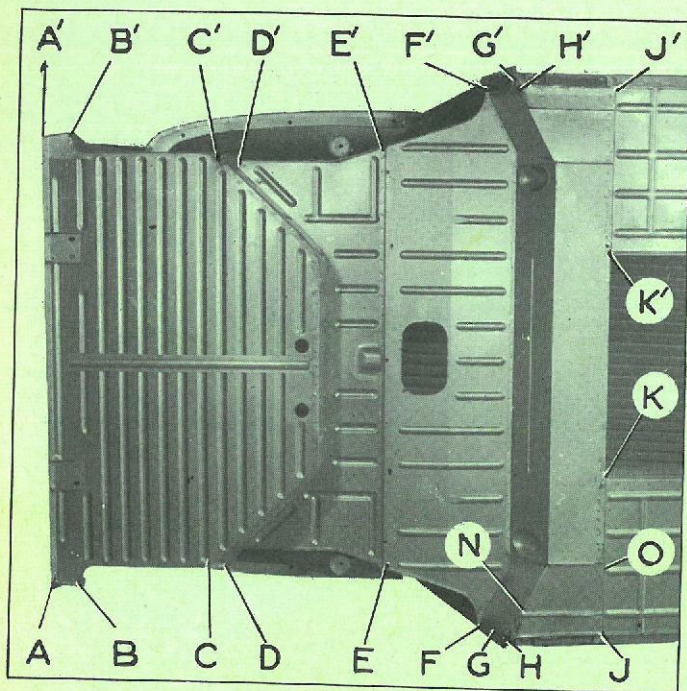

Fig. 1
- CD et symétriquement (fig. 1),
- DD' (fig. 1).
- AB et symétriquement (fig. 1),
- FG " (fig. 1 et 2),
- HJ " (fig. 1),